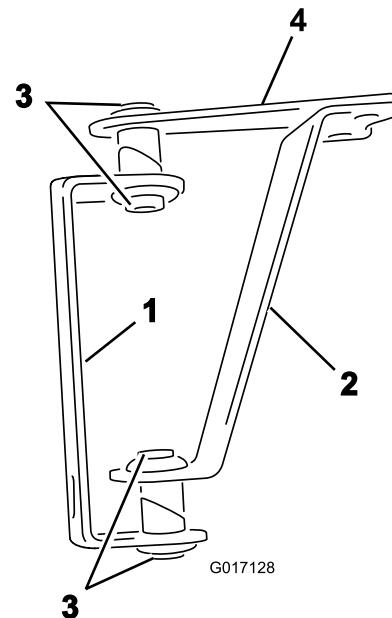
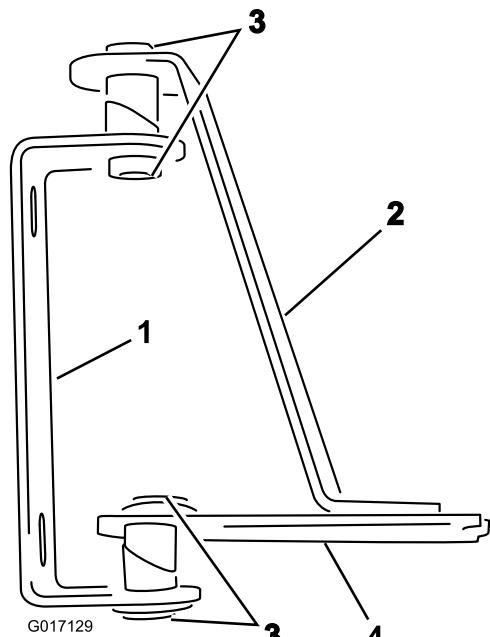

図1
図2
1. 蝶番とストラップを、図1カバーなしブーム用または図2カバー付きブーム用のように配置する。
2. ヒンジとストラップに溶接されているチューブに、図1または図2のようにブッシュを差し込む。